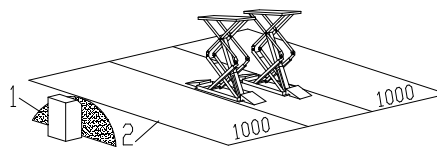

Fig.6
De veiligheidszone (Fig.6) wordt gedeeltelijk bepaald door de afmetingen van het te heffen voertuig.
Tijdens stijg- en daalbewegingen moet de bediener zich in de bedieningszone (1) bevinden, zoals aangegeven in Fig.6. De aanwezigheid van personen in de veiligheidszone (2) is ten strengste verboden. De aanwezigheid van personen onder het voertuig is alleen toegestaan als het voertuig geparkeerd is in de geheven stand.